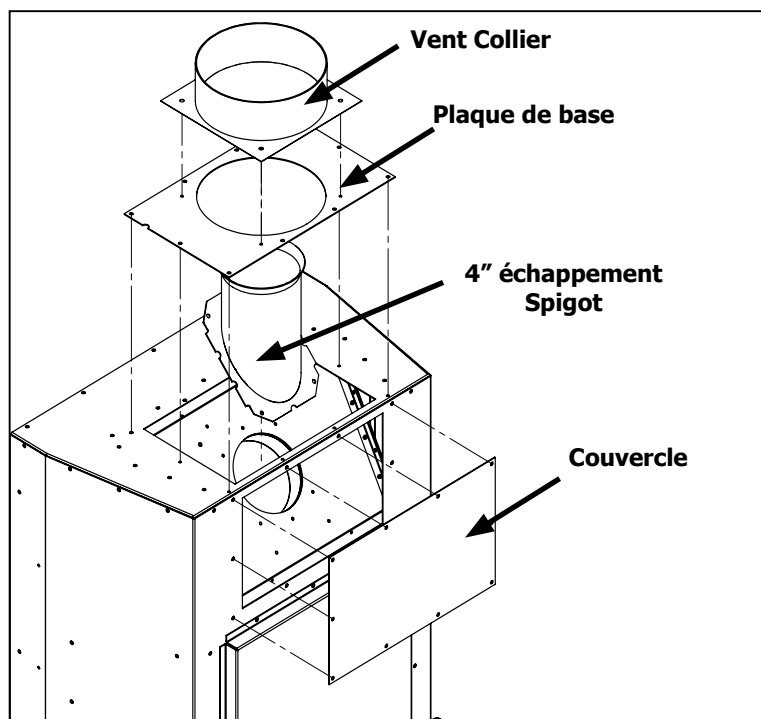

Figure 38: Retrait de Ventilation Co-Axial
**Étape 1:** Avec un tournevis T20 enlever le col de ventilation, la plaque de base, plaque de couverture et 4 robinets d'échappement (28 vis au total) comme le montre la Figure 38. Le collier de ventilation, plaque de base, et 4" buse d'évacuation ne seront plus utilisés.